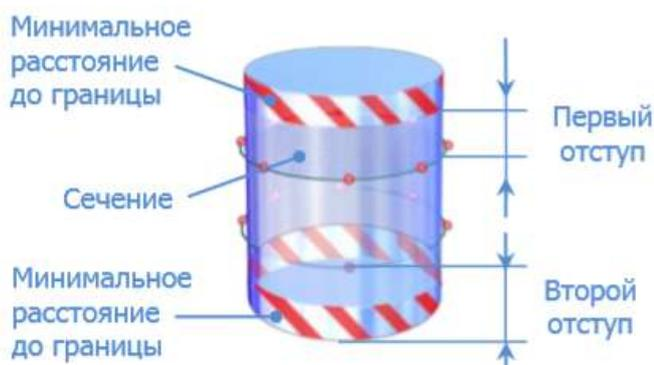

Рисунок 20 – Измерение цилиндра по сечениям
**Стратегия для цилиндра по сечениям.** Точки располагаются в нескольких сечениях. Есть возможность регулировать количество сечений, количество точек в сечении и отступы сверху и снизу (рисунок 20).